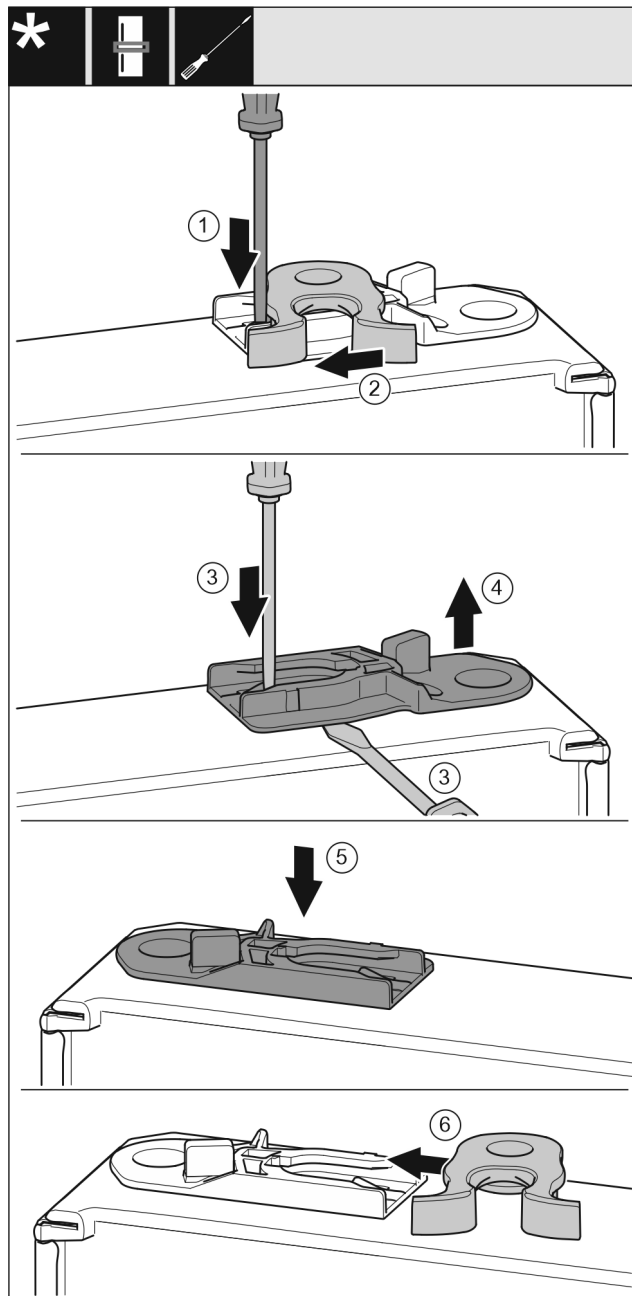

Fig. 28
- Plochým skrutkovačom zatlačte strmeň nadol. Fig. 28 (1)
- Zatvárací hák vyťahnite z vedenia. Fig. 28 (2)
- Vytiahnite vodiace puzdro: plochým skrutkovačom zatlačte strmeň a súčasne plochý skrutkovač zasuňte pod vodiace puzdro. Fig. 28 (3, 4)
- Vodiace puzdro, ktoré je súčasťou dodávky, zasuňte na druhej strane telesa. Fig. 28 (5)
- Zatvárací hák zasuňte do vedenia. Fig. 28 (6)